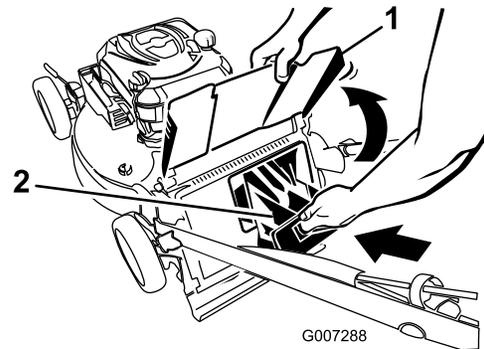

Figure 25
**Important:** Vérifiez que l'obturateur de l'éjecteur arrière est bien verrouillé en place. Pour enlever l'obturateur : relevez le déflecteur d'éjection (Figure 25), appuyez fermement sur l'obturateur